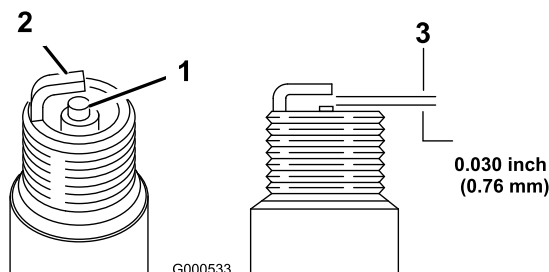

Bild 29
2. Klemmen Sie das Zündkabel von der Zündkerze ab (Bild 29).
- Stellen Sie den Elektrodenabstand auf 0,76 mm ein (Bild 29).